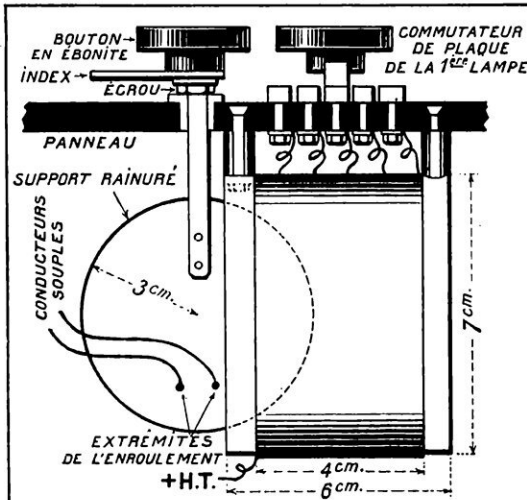
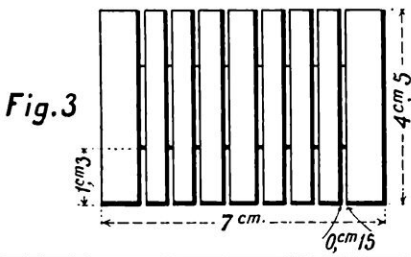
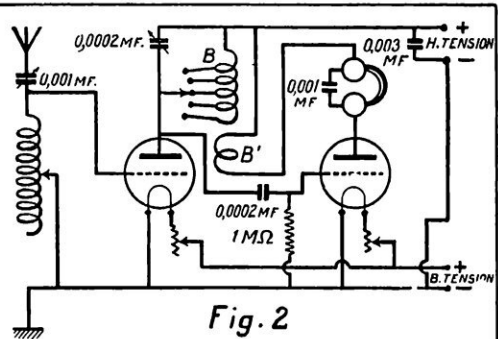

Fig. 1
Fig. 3
Fig. 2
Sur les figures 2, 3 et 4, les fils de distribution sont marqués *A* et *B*. Un de ces fils est d'ordinaire mis à la terre à l'usine génératrice ; bien entendu, il ne faudra pas utiliser ce fil comme antenne.
Par conséquent, si l'on n'entend aucun signal quand le bouchon protecteur est mis en place et l'appareil en état de fonctionner, le bouchon devra être sorti et tourné de 180°, de sorte que le condensateur-série *C* se trouve entre le conducteur *A* et l'appareil récepteur, comme le montre la figure 3, au lieu d'être relié au conducteur *B* supposé mis à la terre, comme le montre la figure 2.
**La bobine de réaction.** — Nous allons décrire maintenant la bobine de réaction  $B'$  qui est couplée à la bobine de plaque précédente (fig. 2). Il faudra se rappeler que le nombre de spires qui donnera les meilleurs résultats et produira des oscillations dans l'intervalle de longueurs d'onde pour lequel la bobine de plaque est calculée, est un chiffre qui ne peut être déterminé qu'après expérience sur l'appareil particulier employé.
Sur le tube en ébonite (fig. 1), on enroulera sur une longueur de 4 centimètres une seule couche de fil de 0 mm. 30 de diamètre à double couche de soie. Cet enroulement sera divisé en cinq sections au moyen de prises faites à des distances égales, c'est-à-dire que la bobine terminée comportera une prise à chaque extrémité et quatre prises intermédiaires. Une des prises extrêmes de la bobine  $B$  (fig. 2) sera connectée à la batterie à haute tension, l'autre extrémité et les quatre prises intermédiaires allant chacune à un plot d'un commutateur à six plots. On passera sur la bobine une très mince couche de vernis à la gomme-laque, simplement pour fixer les spires. Les deux extrémités pourront être maintenues en place en les faisant passer à travers de petits trous percés à cet effet dans le tube d'ébonite.
On emploiera un support en ébonite en forme de disque rainuré (fig. 3). On pourra essayer un enroulement de 50 spires de fil émaillé de 0 mm. 12 de diamètre; on augmentera ou diminuera le nombre de tours suivant les besoins indiqués par l'expérience.
La figure 1 représente le mode de montage et la façon dont s'opère la manœuvre du couplage avec la bobine de plaque.
*Construction de la bobine pour ondes longues.* — On pourra employer comme mandrin, pour le montage de cette bobine, le mandrin communément employé pour l'enroulement des transformateurs de liaison à haute fréquence. Les dimensions sont indiquées sur la figure 3. Les quatre premières encoches seront enroulées avec du fil de 0 mm. 30 de diamètre, et les quatre autres, avec du fil de 0 mm. 12 ; ces enroulements se feront tous dans le même sens et seront connectés en série, c'est-à-dire que l'extérieur d'une encoche sera connecté à l'intérieur de la suivante. Les quatre premières encoches comporteront des prises au milieu de chacune, outre les prises à chaque extrémité. Toutes les prises ainsi constituées seront amenées à un commutateur à 12 plots du type ordinaire.